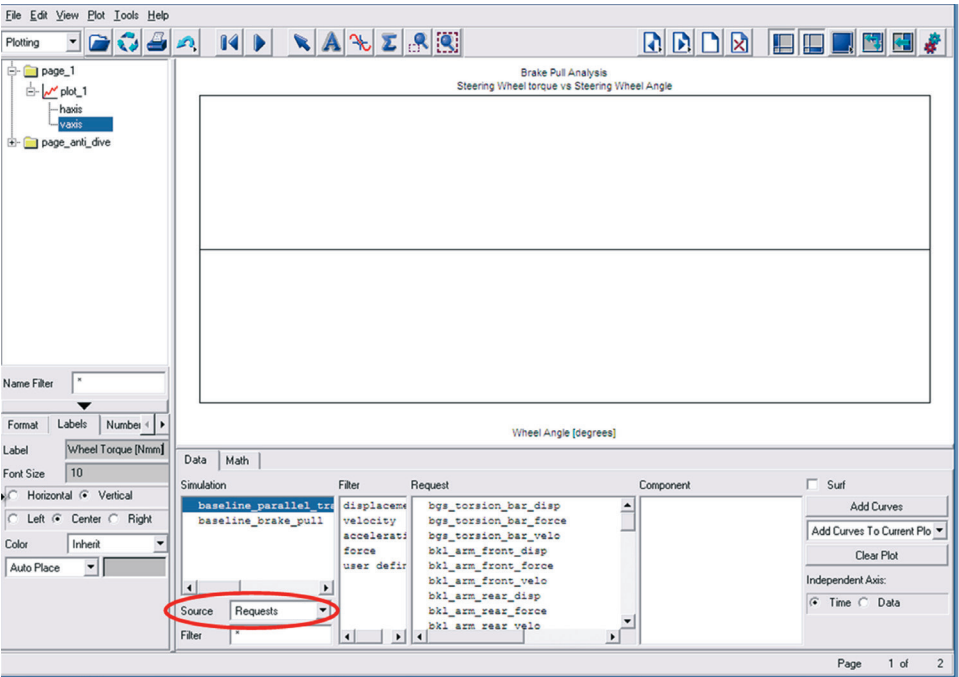

Figura 4.168 – Dados disponíveis para construção do gráfico.
- Após editar os eixos do gráfico, verifique se a opção *Requests* no campo *Source* está selecionada (Figura 4.168). O ADAMS/Car automaticamente disponibiliza os dados disponíveis no campo *Request*.